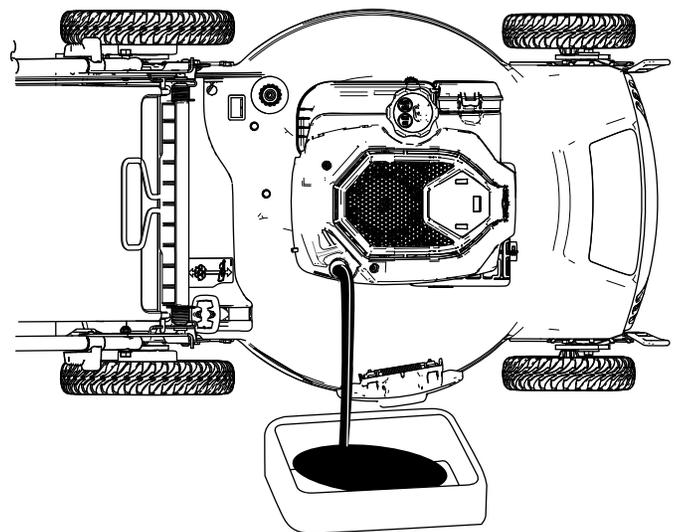
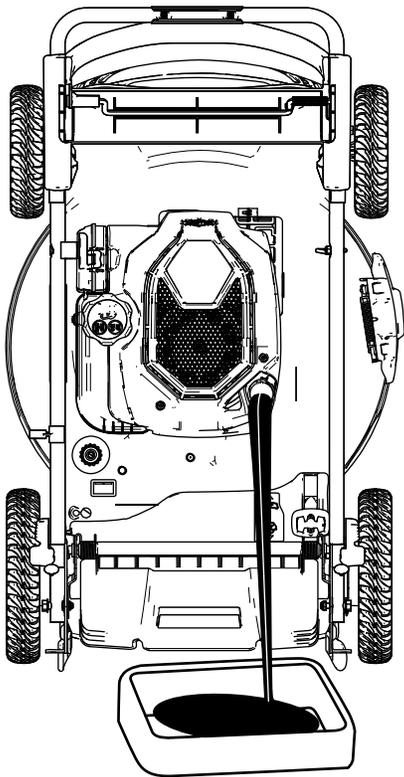

Bild 29
Bild 30
4. Kippen Sie die Maschine seitlich (Luftfilter nach oben), um das Altöl aus dem Öleinfüllstutzen abzulassen (Bild 29) oder stellen Sie die Maschine in die aufrechte Lagerstellung (Bild 30).